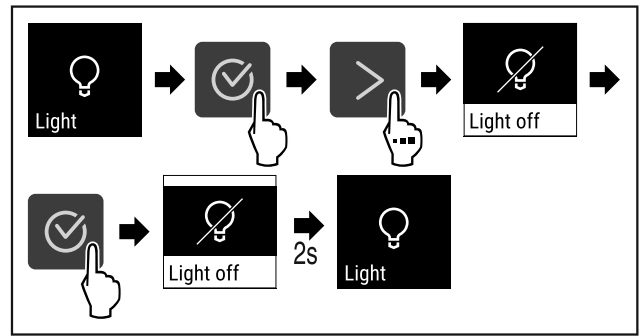

Fig. 85
- Følg anvisningene (se Fig. 85) .